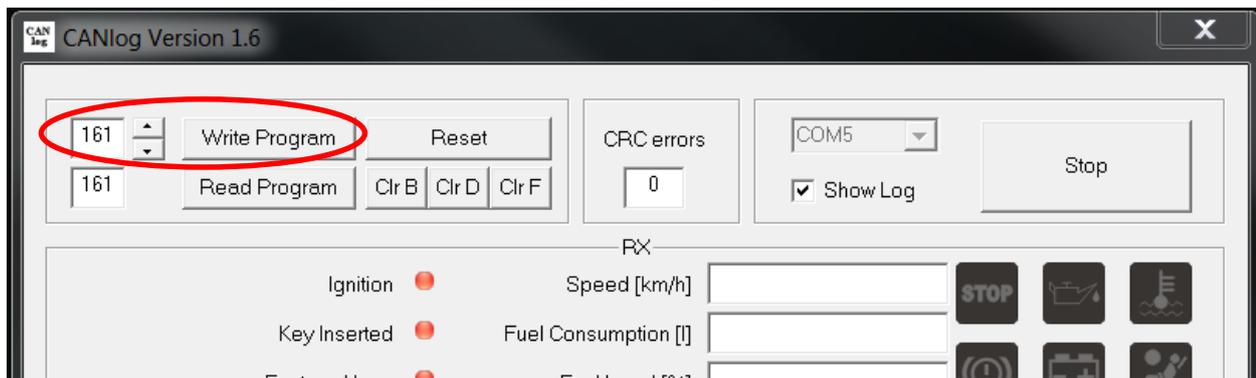

Рис.3
- установить № программы согласно инструкции по подключению модуля CAN-LOG на устанавливаемую модель автомобиля и нажать **Write Program** (см. рисунок 3)